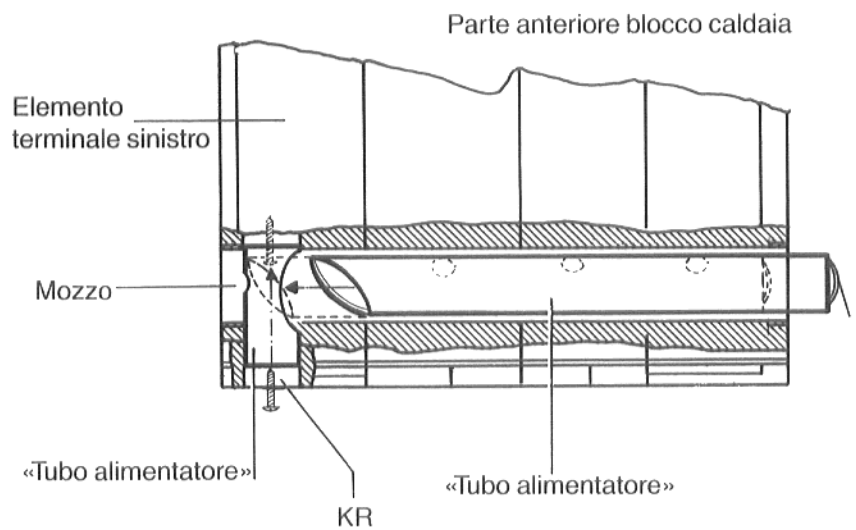

Fig. 19
- Avvitare la vite con testa a croce (Vedi Fig. 19, 20).